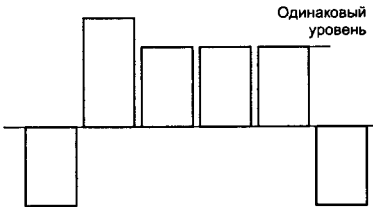

Рис. 15.6
- 3. В сервисном режиме регулируют параметр SUBCOL (находится в меню SERVICE) и добиваются одинакового размаха голубого, пурпурного и синего видеосигналов (см. рис. 15.6).